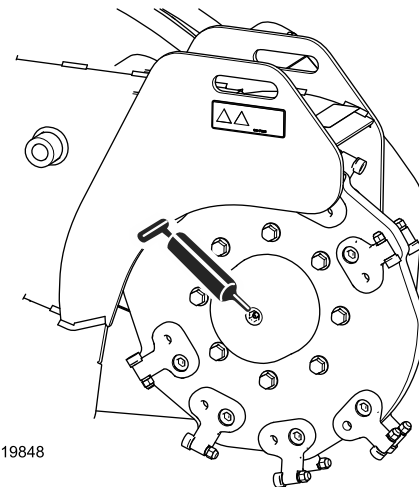
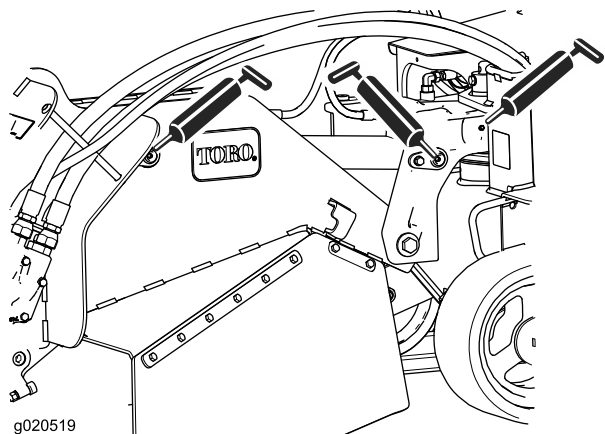

Figure 27
Figure 29
4. Raccordez une pompe à graisse à chaque graisseur (Figure 27 à Figure 29).